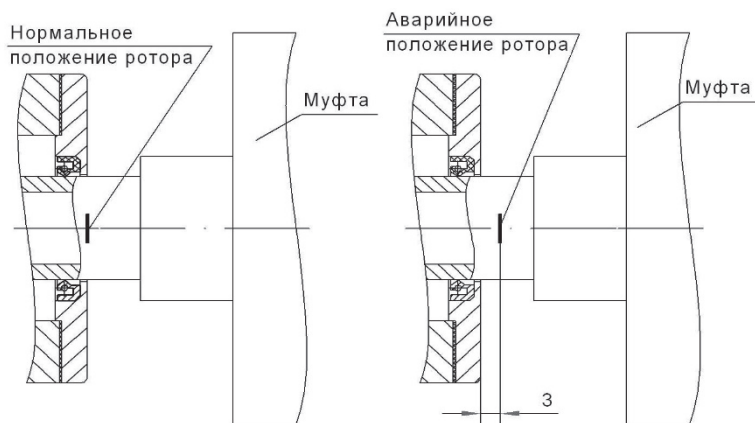

Рис. 2.3 Установка ротора по риску.
2.5.2 **Проверьте установку ротора по риске.** Проверка положения риски производится при роторе, сдвинутом до упора в сторону всасывания. Риска должна быть заподлицо с торцевой плоскостью крышки подшипника переднего кронштейна (рис. 2.3).